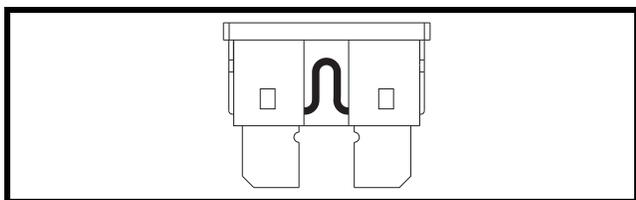

Figure 27. Fusible en bon état
2. Examinez-le pour vérifier s'il est brûlé. **Voir les figures 27 et 28.**